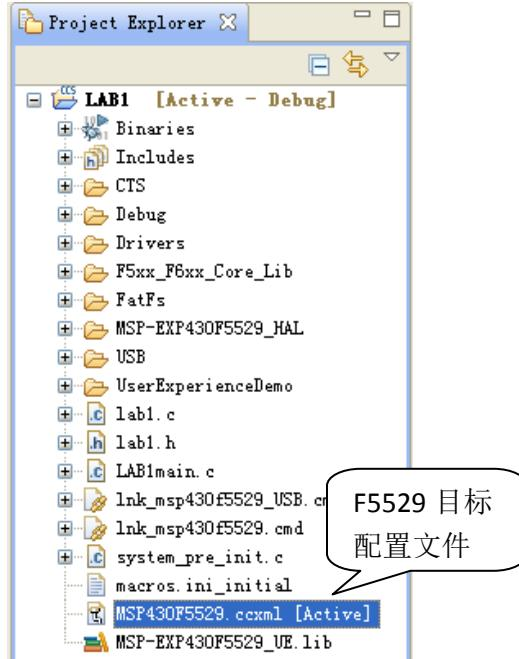

图 1.17 LAB1 工程浏览器
(1) 在开始调试之前，有必要确认目标配置文件是否已经创建并配置正确。在此以实验一为例进行讲解：首先导入实验一的工程，导入步骤请参考 1.2 节，如图 1.17 所示，其中 MSP430F5529.ccxml 目标配置文件已经正确创建，即可以进行编译调试，无需重新创建；若目标配置文件未创建或创建错误，则需进行创建。为了讲解目标配置文件创建过程，在此对 LAB1 的工程再次创建目标配置文件。